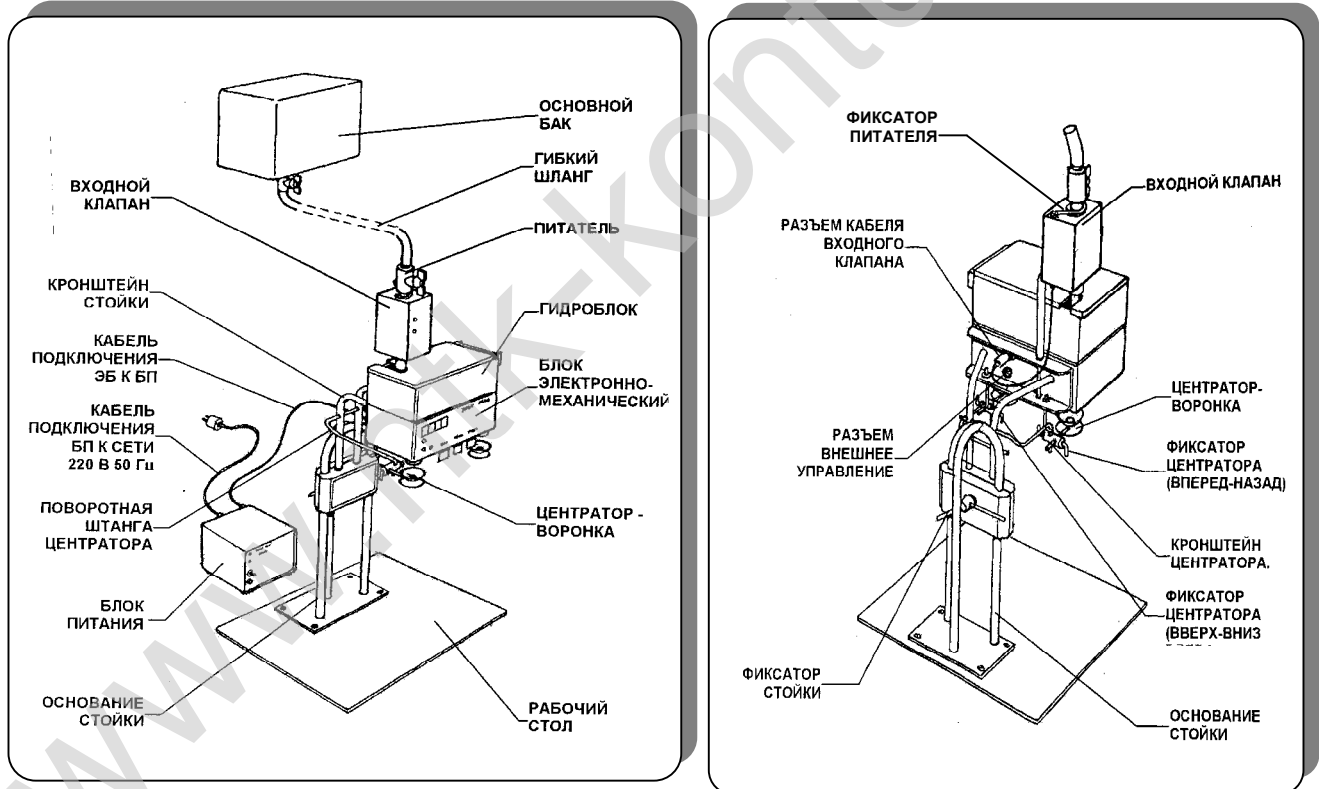

Рис. 1.1 Установка КОНТУР В100-2М.
Устройство Установки В100-2М показано на рис. 1.1.
ЭБ подключается с помощью кабеля к блоку питания (см. рис. 1.1).
Для фиксации положения питателя относительно катушек на корпусе впускного клапана предусмотрен специальный **фиксатор** (см. Рис. 1.1(б)). Без фиксатора в момент включения клапана питатель может приподняться на (1...3)мм, что приведет к ослаблению запорного усилия верхнего плунжера в 2 и более раза. Из-за этого верхний плунжер не сможет полностью перекрыть поток и может возникнуть авария по переливу. Для исключения этого и служит фиксатор.
**Стойка** состоит (см. рис. 1.1) из подвижного кронштейна, где крепится электронно-механический блок и центраторы (по одному на каждый канал), а также неподвижного основания, которое стационарно крепится на рабочем столе с помощью крепежных элементов, входящих в комплект поставки.
**5. Центраторы** предназначены для ориентации тары (см. рис. 1.1) относительно сливных клапанов. Кроме того, при нажатии горлышком тары на центратор в некоторых режимах работы (см. табл.1.1) производится пуск слива соответствующего канала.